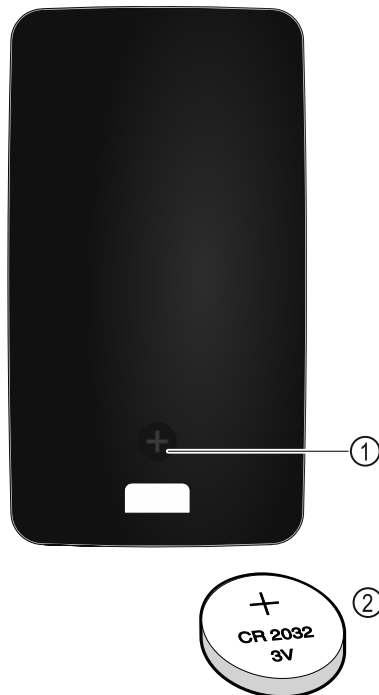

Fig. 260
El suministro eléctrico del mando a distancia se efectúa con una pila del tipo CR 2032 de 3 V Fig. 260 (2), a la venta en el comercio especializado.
- Desenroscar el tornillo Fig. 260 (1) de la parte trasera del mando a distancia.